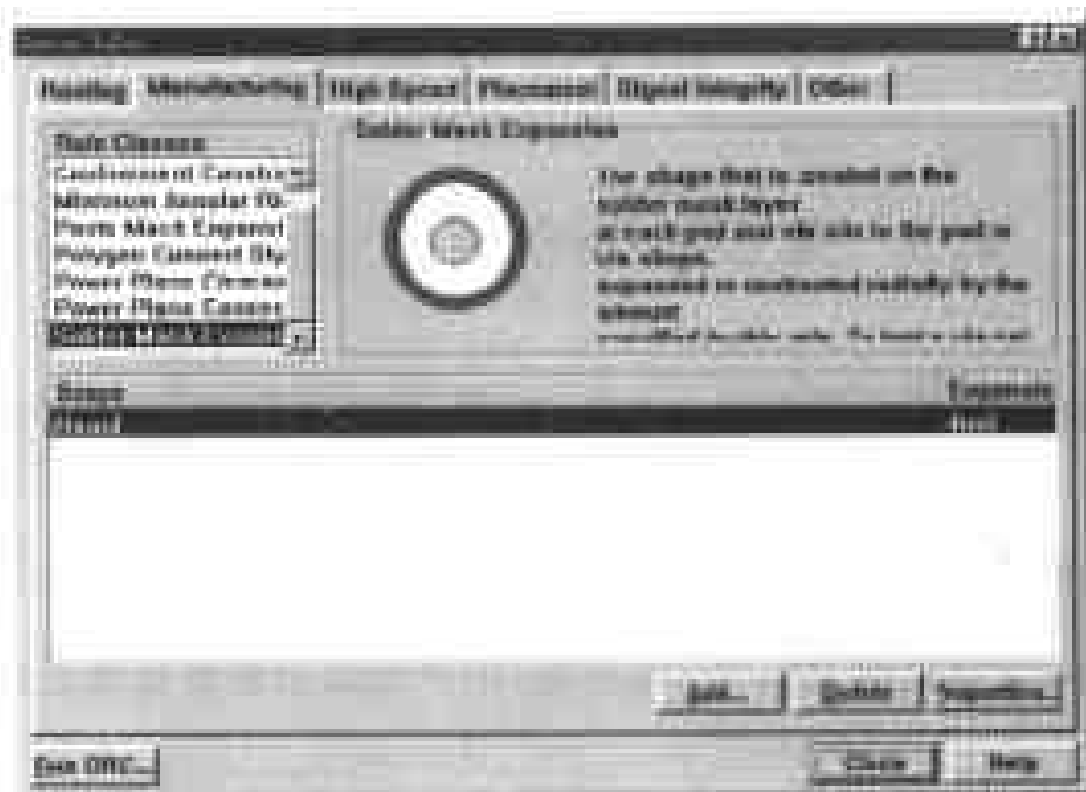

图 9-30 选择 Solder Mask Expansion
(1) 选择 Design > Rules,在弹出的 Design Rules 对话框中单击 Manufacturing 标签,然后在对话框中的 Rule Classes 列表框中单击 Solder Mask Expansion,此时的对话框如图 9-30 所示。